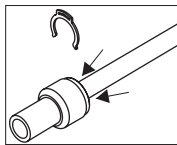

Рис. 2
- 2) Дожать симметрично фланец быстроразъемной муфты (рис. 2).